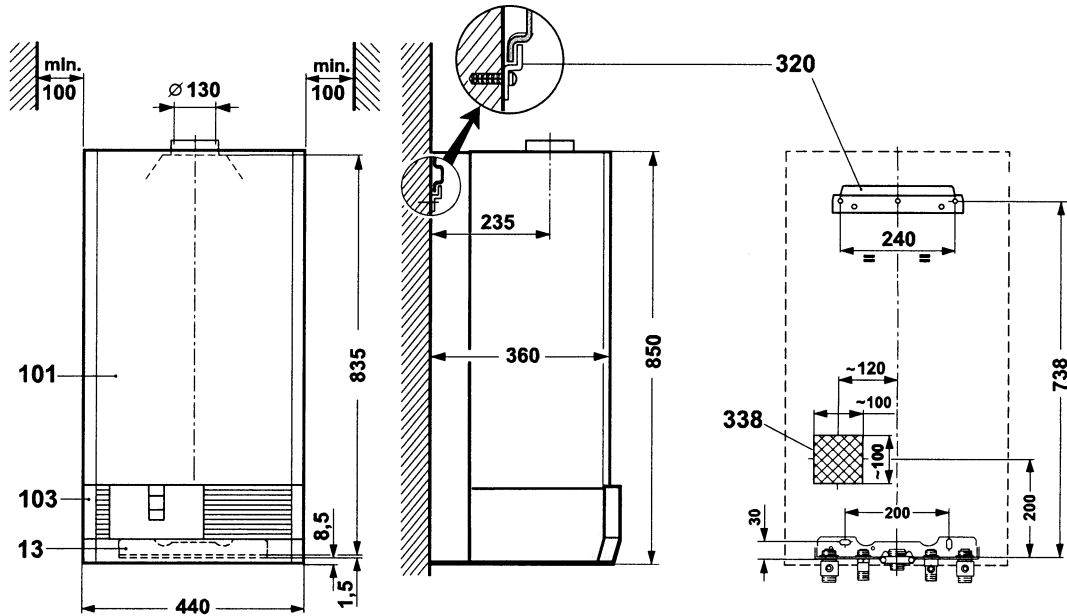

Рис. 6
Расположение сверлений показано на рис. 6.
- Подвесную планку монтировать согласно рис. 6.
Дальнейшие потребители не должны ответвляться. Место подключения кабеля к сети и регулятору показано на рис. 6 (темное поле).